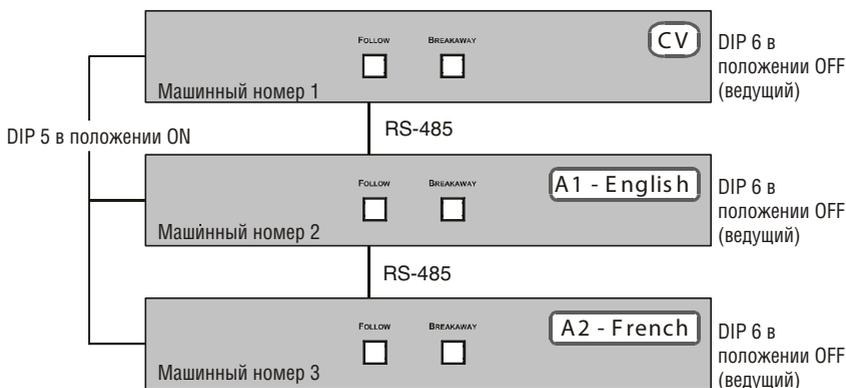

Рис. 8. Подключение в настройке конфигурации следования за системой
Пример, приведенный на рис. 8, показывает три матричных коммутатора 32x32 : один коммутатор композитных видеосигналов (CV) (**VS-3232Vxl**) и два коммутатора звуковых сигналов **VS-3232A** (A1 для английского языка («English») и A2 для французского языка («French»)). Переключатель DIP 5 установлен в положение ON, а переключатели DIP 6 — в положение OFF на всех коммутаторах. Каждое из устройств в системе настроено на разные машинные номера (см. подраздел 7.5.1).